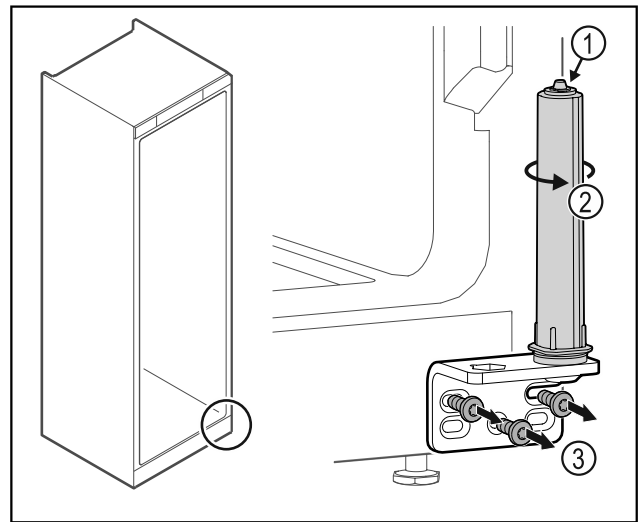

Fig. 38
- ▶ Nerozebírejte uzávěrací systém dvířek Fig. 38 (1).
- ▶ Otáčejte uzávěracím systémem Fig. 38 (2), dokud nezacvakne.
- ▶ Odšroubujte úhelník závěsu Fig. 38 (3).